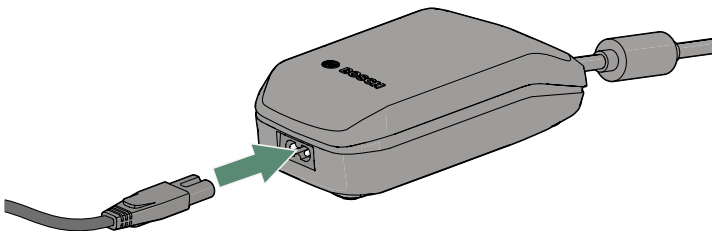

Abbildung 13 - Einstecken des Gerätesteckers in das Ladegerät.
1. Stecken Sie den Gerätestecker des Netzkabels in das Ladegerät **35** Abb. 13).